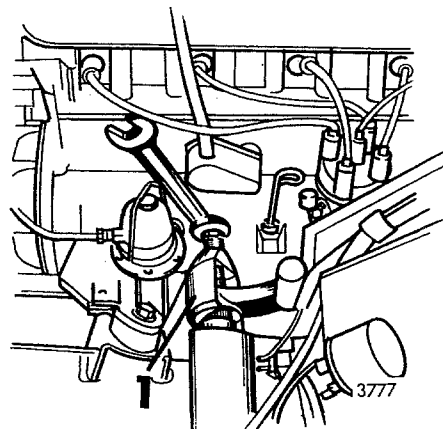

Fig 14-21. Demontering av pitman-arm
3. Märk sektoraxeln och pitmanarmen om den befintliga märkningen syns dåligt och dra av pitmanarmen enligt fig 14-21.